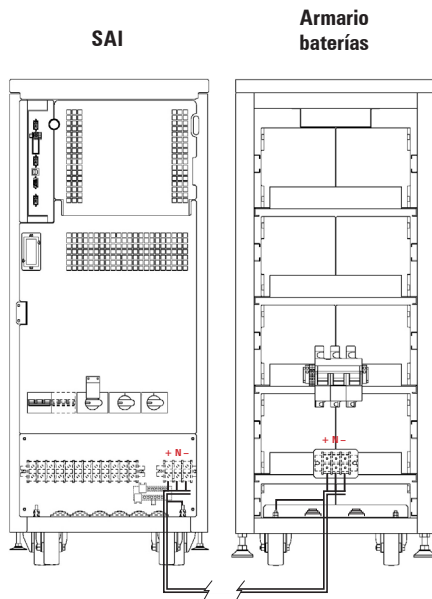

Fig. 33. Conexión entre SAI y armarios de baterías.
- La conexión del armario de baterías con un SAI de potencia superior a 20 kVA (LV) / 40 kVA (HV) o para modelos B1, se realizará mediante la manguera de cables que se suministra conectando un extremo a los bornes (X11), (X23), (X12) y (X19) del SAI y el otro a los bornes (X47), (X49), (X48) y (X10) del módulo de baterías, respetando la polaridad indicada en el etiquetado de cada elemento y en este manual, así como el color de los cables (rojo para positivo, negro para negativo, azul para la toma media (N) y verde-amarillo para toma de tierra), ver Fig. 33.